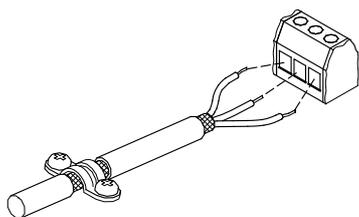

Fig. 37 Ejemplo de cable pelado con pantalla
- Deje la pantalla lo más cerca posible de los terminales de conexión. Véase la fig. 37.